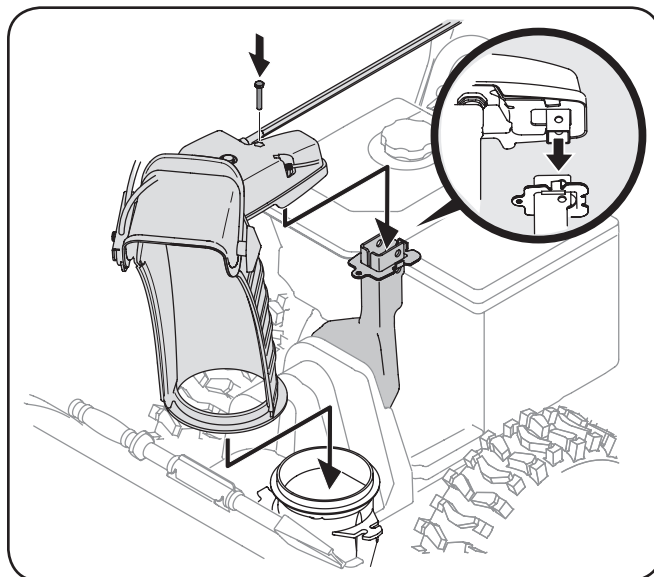

Figura 3-5
3. Coloque el canal sobre la base del canal y asegúrese de que la varilla de control del canal se encuentre debajo del panel de la manija. Instalar el perno hexagonal que se extrajeron en el paso 1, pero no seguro con tuerca de mariposa en este momento. Consulte la Figura 3-5.